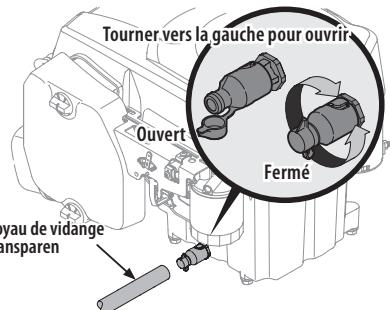

Figure 25
4. Retirez le capuchon protecteur de la souape de vidange. Voir Figure 25.